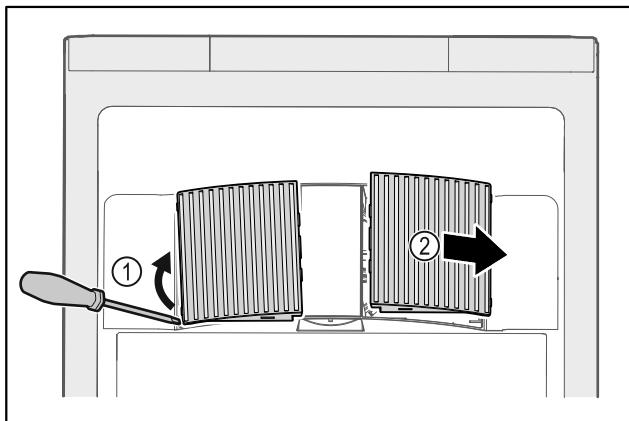

Fig. 154
- ▶ Кожух вентилятора обережно підважити зі сторони Fig. 154 (1) і витягнути рухом вперед Fig. 154 (2).